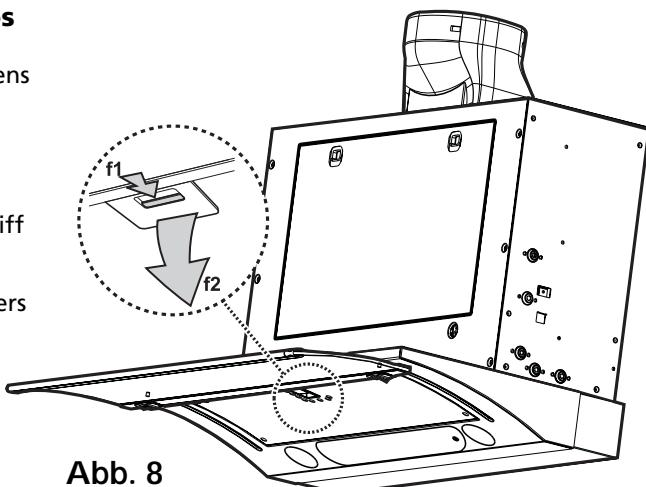

Abb. 8
2. Bauen Sie die Fettfilter aus - **Abb. 8:** Ziehen Sie den Federgriff (**f1-f2**) nach unten und entnehmen Sie dann den Filter.
2. Bauen Sie den Fettfilter aus (**f1-f2 - Abb. 8**).